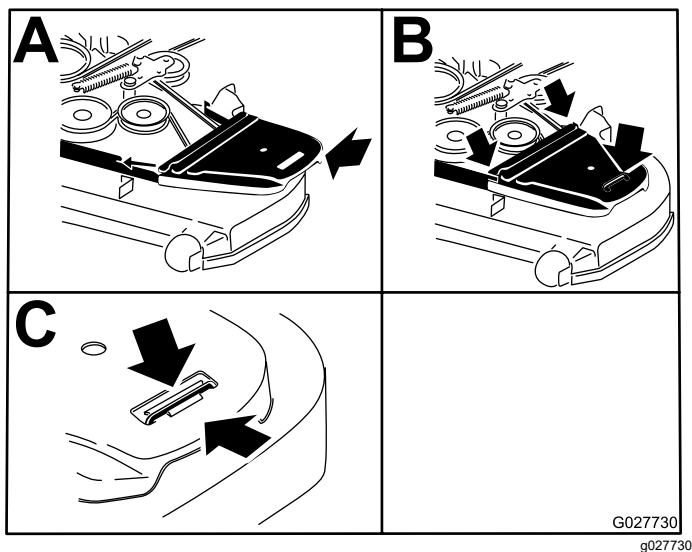

Figura 62
10. Montate i copricinghia e serrate i bulloni (Figura 62).